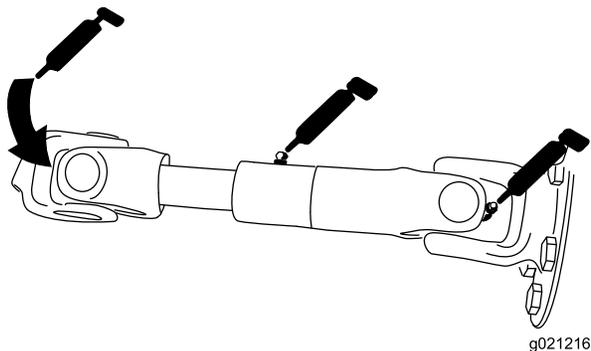

Figura 38
- Eje de transmisión de la bomba (3) (Figura 38)